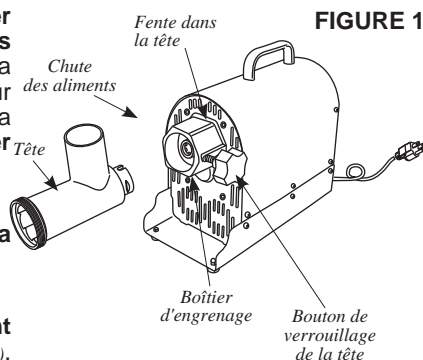

FIGURE 1
1. Insérer la **tête** dans le **boîtier d'engrenage** avec la **chute des aliments** faisant face toute droite. Il faut aligner la fente de la **tête** avec la **goupille** à l'intérieur du **boîtier d'engrenages**. S'assurer que la **tête** est correctement logée dans le **boîtier d'engrenages** (Figure 1).